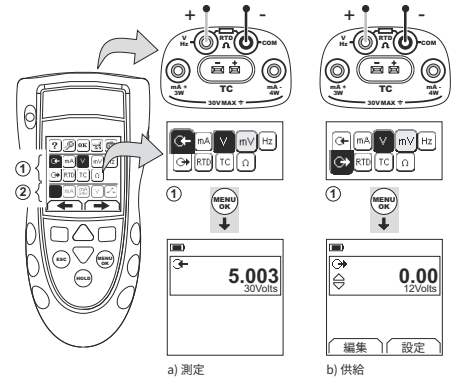
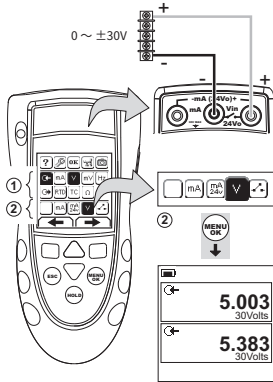

図4: 構成例 - ボルトまたは mV の測定 / 供給 (エリア ①)
図 5: 構成例 - ボルトの測定 (二重機能、エリア ②)
1. 本計器を接続し (図4 & 図5)、必要に応じてセットアップ (表1) を調整します。